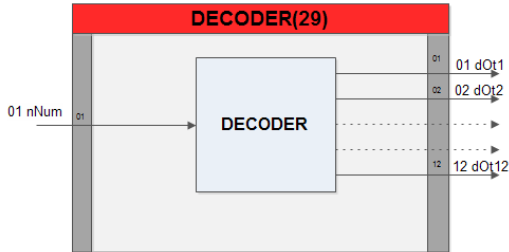

Рисунок 5.29.1 - Функциональная схема блока DECODER(29)
Функциональный блок (рисунок 5.29.1) применяется для преобразования числового сигнала в набор дискретных сигналов. В частности, этот алгоритм применяется в сочетании с алгоритмом CODER(28) в тех случаях, когда по интерфейсу принимаются зашифрованные дискретные сигналы (см. алгоритм шифрации CODER). Другой вариант применения алгоритма – в задачах дискретного управления при необходимости преобразования числа, поступающего на вход nNUM, в определенную комбинацию дискретных сигналов на выходе.